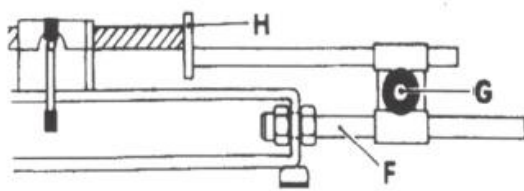

Рис. 3
4. Регулировка стопорной планки (рис. 3)